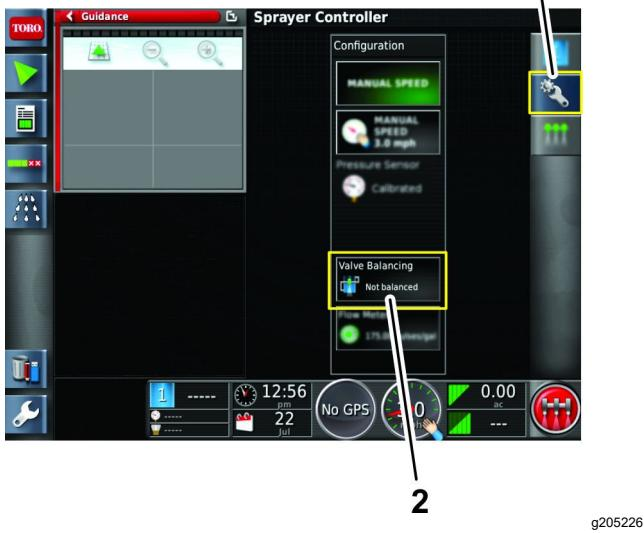

Figura 46
6. Premete l'icôna di Configurazione, quindi l'icôna della procedura guidata di bilanciamento delle valvole (**Figura 46**).